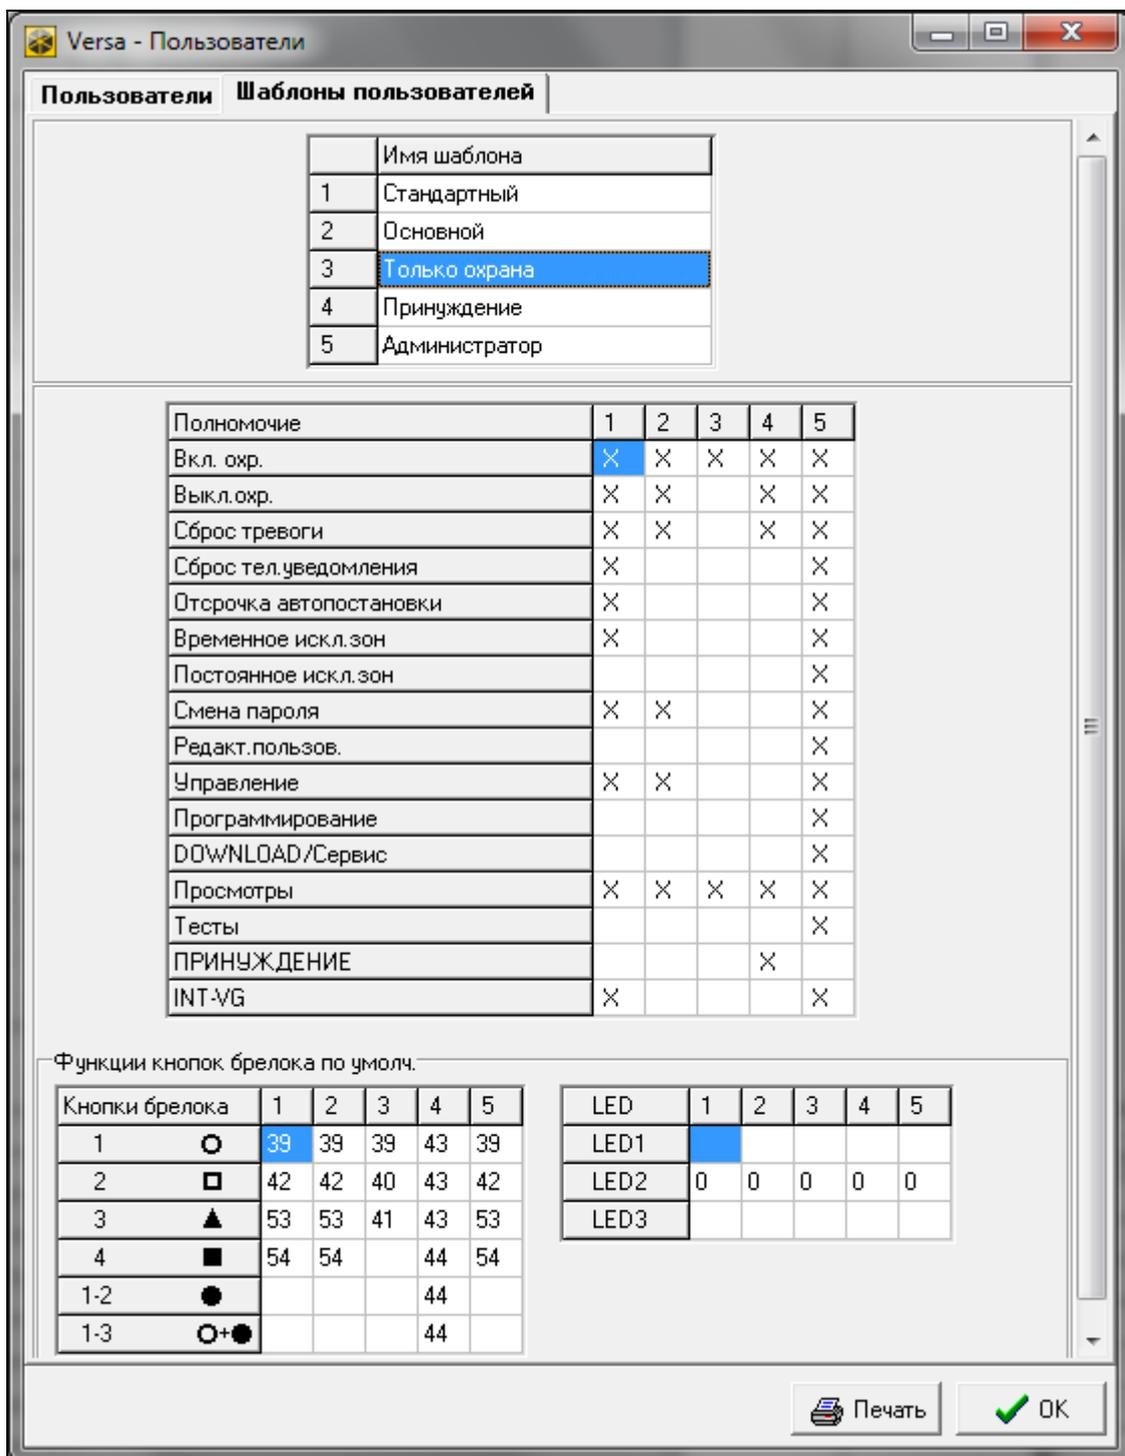

Рис. 28. Программа DLOADX: закладка «Шаблоны пользователей» в окне «Versa – Пользователи».
- программы DLOADX: окно «Versa – Пользователи» →закладка «Шаблоны пользователей» (рис. 28).